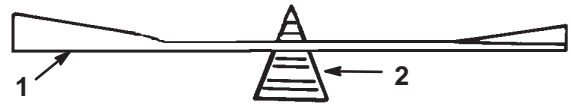

Bild 29
2. Überprüfen Sie die Auswuchtung des Schnittmessers auf einer Ausgleichmaschine (Bild 29). Wenn das Schnittmesser in seiner horizontalen Position bleibt, ist es ausgewuchtet und kann wiederverwendet werden. Feilen Sie, wenn das Schnittmesser nicht ausgewuchtet ist, an der Rückseite des Messers etwas Metall ab. Wiederholen Sie diesen Vorgang, bis das Messer ausgewuchtet ist.